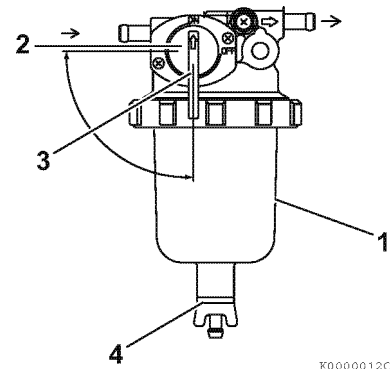

Рисунок 5
1. Поместите под топливным фильтром/водоотделителем разрешенную емкость (Рисунок 5, (1)) для сбора загрязнителей.
2. Закройте (Рисунок 5, (2)) топливный кранчик (Рисунок 5, (3)).
3. Ослабьте сливной кранчик (Рисунок 5, (4)) в нижней части топливного фильтра/водоотделителя. Слейте скопившуюся внутри воду.
5. Откройте топливный кранчик (Рисунок 5, (3)).